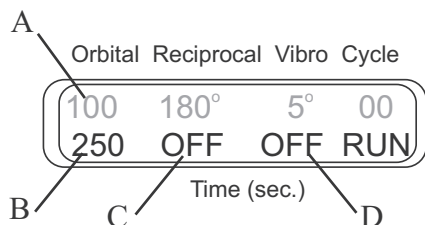

Рис. 3
Установите скорость (A) (1–100 об/мин) и время (B) (1–250 с) 3D-орбитального движения. Выключите 3D-покачивание, установив время на ноль (C) (индикация OFF). Выключите 3D-вибродвижение, установив время на ноль (D) (индикация OFF) (см. рис. 3).